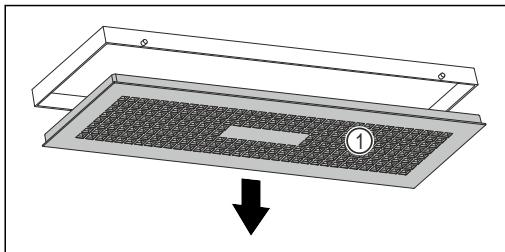

Fig. 112
- ▶ 握住盖板 Fig. 112 (1), 慢慢向下转动储水盒。
- ▶ 取出盖板 Fig. 112 (1)。